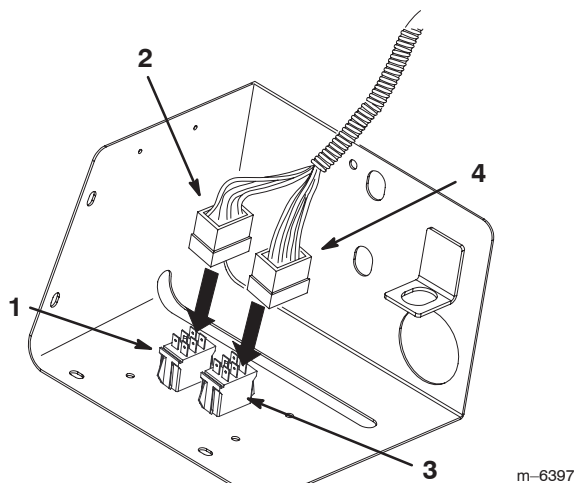

Figure 26
13. Connectez le connecteur comportant principalement des fils verts et jaunes au sélecteur de pulvérisation (interrupteur à bascule) (Fig. 26).
14. Connectez le connecteur muni de fils multicolores à l'interrupteur de régulation de débit (interrupteur à rappel) (Fig. 26).